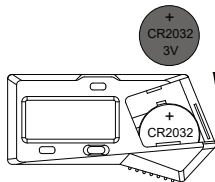

Abb.2
---Legen Sie die CR2032-Batterie in das Batteriefach ein, die positive Seite der Batterie (+) sollte nach außen zeigen (Abb. 2).